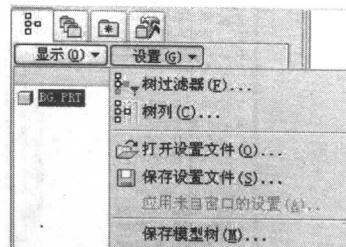

图 1-15 模型树的【设置】下拉菜单
(2) 【设置】菜单 用户单击模型树窗口中的【设置】下拉菜单，则系统将会弹出如图 1-15 所示的菜单选项。